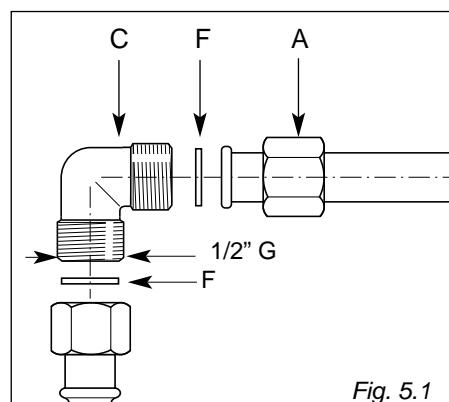

Fig. 5.1
Componenti illustrati in fig. 5.1:
- ✓ **Le guarnizioni "F" (fig. 5.1) sono gli elementi che garantiscono la tenuta della connessione raccordorampa. Si consiglia di sostituirle quando dovessero presentare anche la minima deformazione o imperfezione.**